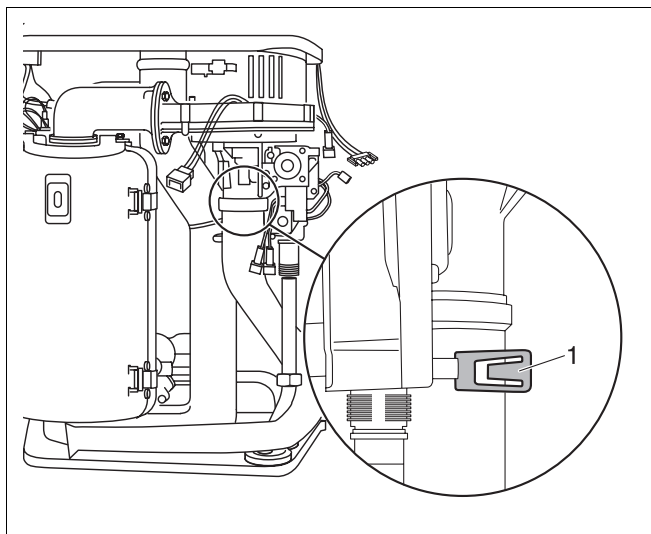

Abb. 56 Luftansaugrohr herausnehmen
- Sicherungsblech wegdrücken (Abb. 56, Pos. 1).